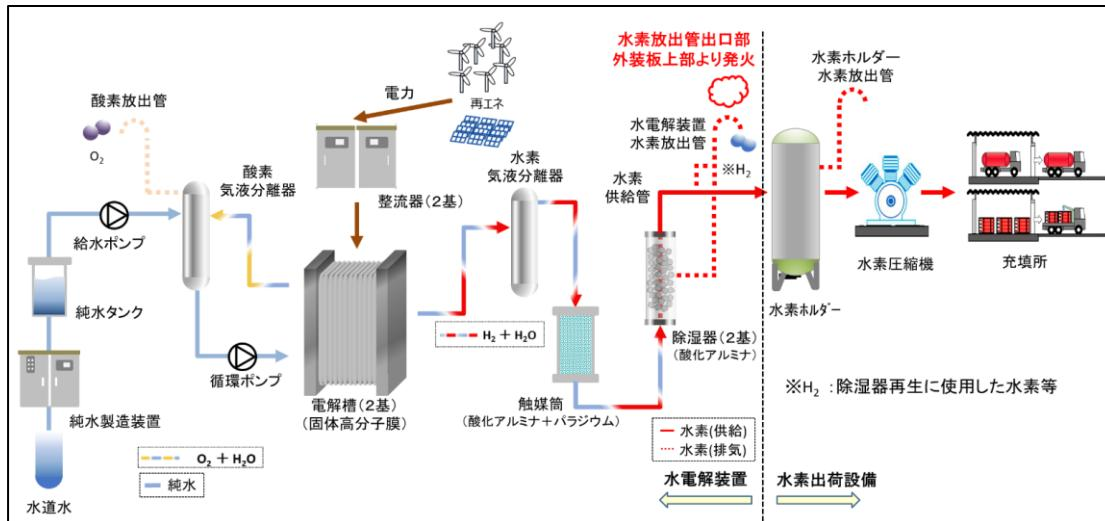

図 1 施設の概要
事故発生原因の詳細 (1) 施設の概要 この事業所では、水電解装置で水素を製造し、圧縮機で昇圧して、カーボルまたはトレーラに充填し、出荷している(図1参照)。 ただし、事故発生当時は建設中で、水素ホルダー、圧縮機などは完成検査前であり、使用していなかった。そのため、水電解装置で製造した水素は、高圧ガスの状態にすることなく、すべて放出管から排気する運転をしていた。 (2) 放出管の構造 放出管は、保温材を施工していた(図2参照)。 保温外装板は、亜鉛合金メッキの表面処理をしたアルミニウムであった。 保温材は、難燃性のグラスウールであった。 保温材の合わせ箇所は、アルミテープ(アルミ箔)を貼っていた。 保温材と保温外装板の間には、保温防水シート(外面:ポリエステル、内面:アルミ箔)を施工していた。 (3) 水素の滞留 水電解装置の試運転に伴い、製造した水素を放出管から排気運転していたときに、配管と保温外装板の間隙から、保温外装板の内部に水素が侵入し、滞留した。
(4) 着火源